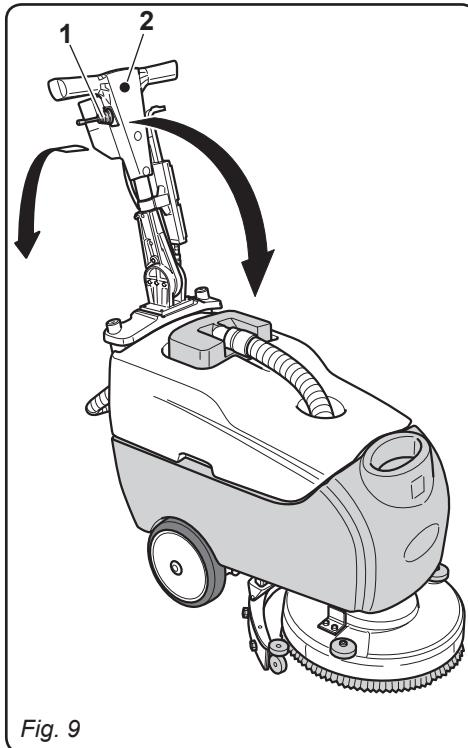

Fig. 9
7.1 ALAVANCA PARA REGULAGEM DE INCLINAÇÃO DO CONJUNTO GUIDÃO (Fig. 9)
- É possível regular a posição do conjunto guidão (2) puxando a alavanca (1); após solta a alvana o conjunto guidão bloqueia-se na mais próxima das posições pré-definidas.